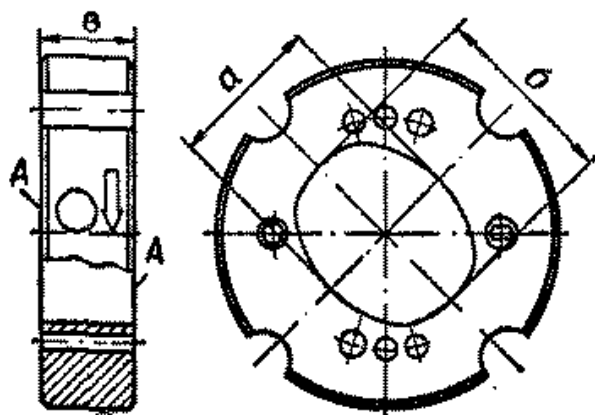

Рис. 197. Статор насоса гидроусилителя руля
4. Статор насоса гидроусилителя руля (рис. 197)